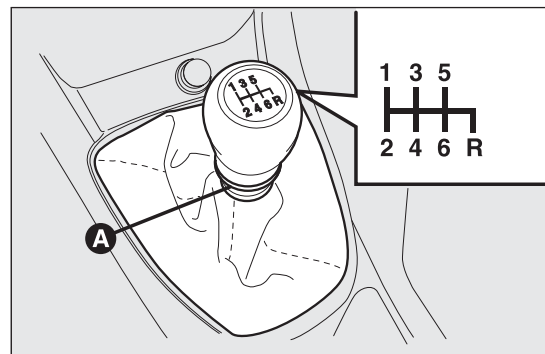

fig. 120 - Versiones 1.6 Multijet
- ☐ mover la palanca hacia la derecha y luego hacia atrás (versiones 1.6 Multijet) fig. 120;